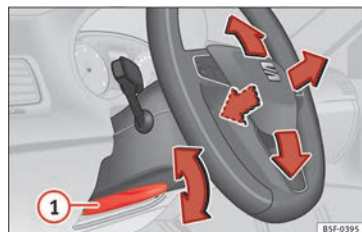

Fig. 18 Palanca en la parte inferior del lateral izquierdo de la columna de dirección.
• Ajustar la posición del volante: tire de la palanca » » » **fig. 18** ① hacia abajo, mueva el volante hasta la posición deseada y vuelva a subir la palanca hasta el punto de cierre.